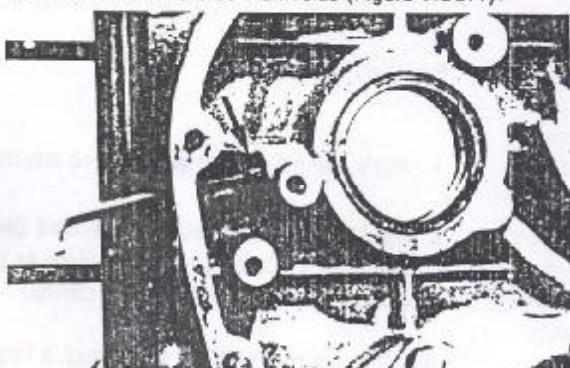

Figura 1.05.1 - Remoção do parafuso de posicionamento
3. Remover o parafuso Allen de posicionamento do casquinho dianteiro da árvore de manivelas (Figura 1.05.1).
3. Instalar o parafuso Allen de posicionamento do casquillo dianteiro da árvore de manivelas (Figura 1.05.1).